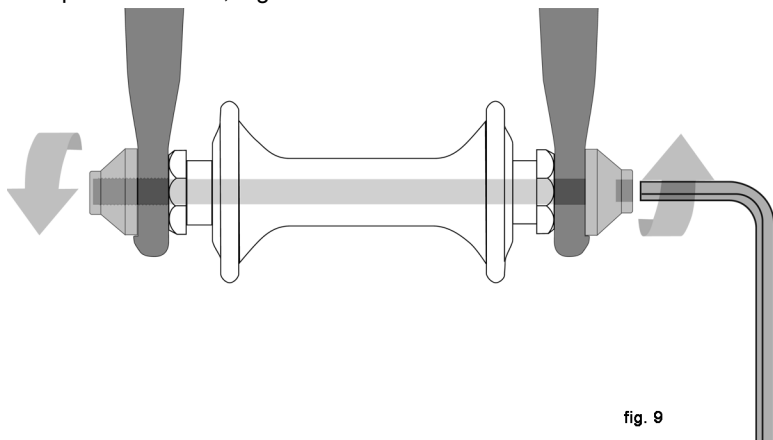

fig. 9
- Eje hueco con otro dentro, en cuyos extremos van un tope y una tuerca ajustable para llave allen, Fig 9.